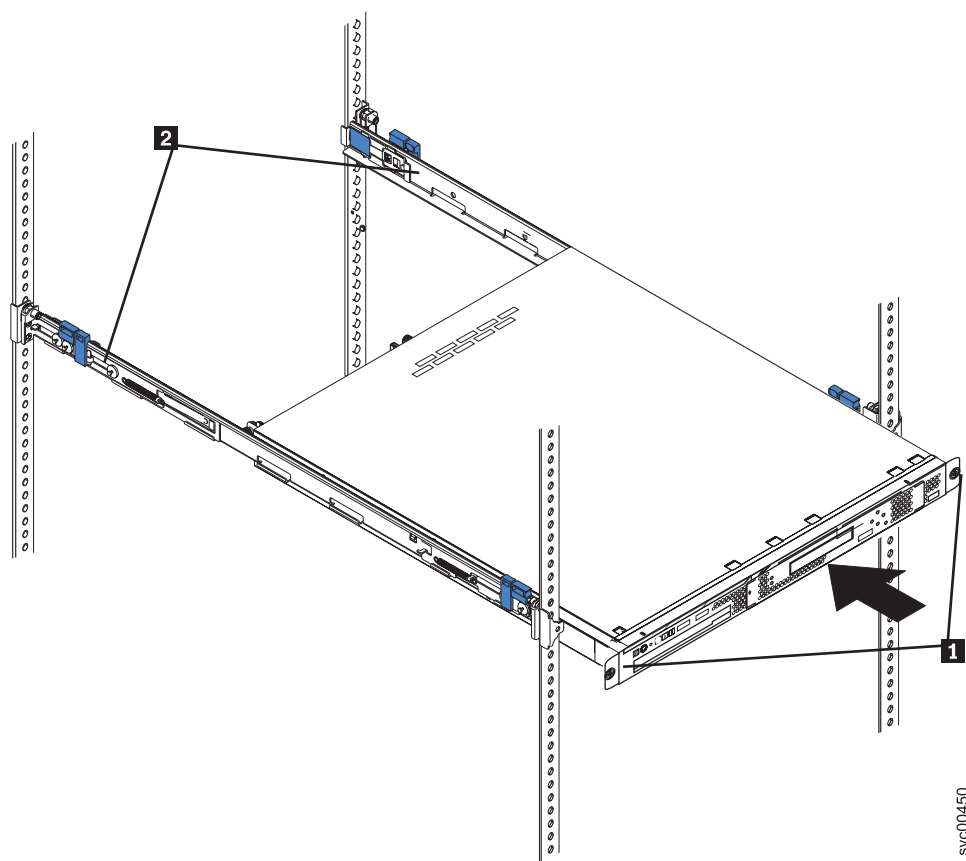

図 38. ノードと輸送用ブラケットを固定する拘束つまみねじ
2. スライド・レール上でノードの位置を合わせ、ノードをラックに完全に押し込みます。拘束つまみねじ (図 38 の **1**) を使用して、ノードを前面マウント・フランジに固定します。